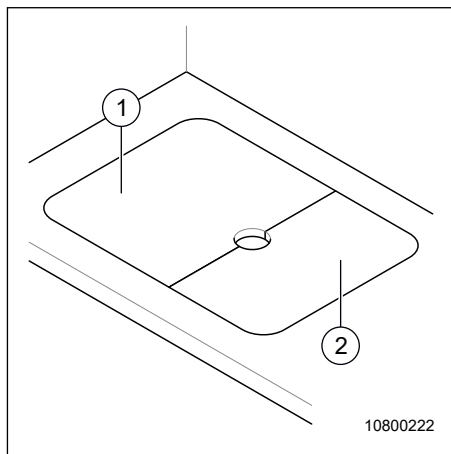
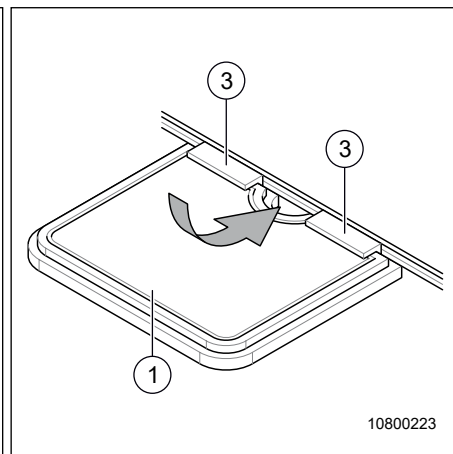

Fig. 33 Täckskiva diskho
Fig. 34 Arbetsyta
- Täckskivorna (Fig. 33, pos. 1, 2 och Fig. 34, pos. 1) kan förvaras i en låda under gasolspisen.
Täckskivan (Fig. 34, pos. 1) kan göras om till en extra arbetsyta.
- För in täckskivan (Fig. 34, pos. 1) med den raka kanten, lätt vinklad, uppifrån, jämnt in i infästningen (Fig. 34, pos. 3) och tryck in den hela vägen.